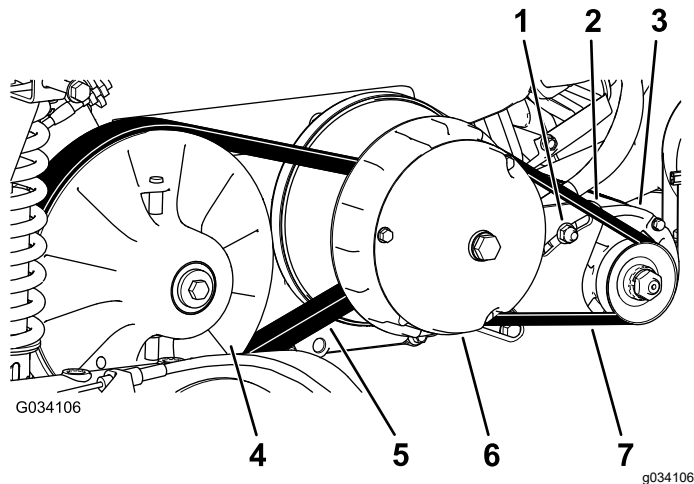

図 65
6. ベルト **図 65** を手で回転させながら、磨耗や破損がないかを点検する。
3. 2次クラッチを回しながら2次クラッチ部分でベルトを外す (**図 65**)。
4. 1次クラッチからベルトを外す (**図 65**)。
5. 新しいベルトを一次クラッチに掛ける **図 65**。
6. 2次クラッチを回しながら2次クラッチ部分でベルトを外す (**図 65**)。
2. スタータジェネレータのピボットナットをゆるめる **図 65**。
4. バールを下に押ししてスタータを下げる。ベルトを  $44 \text{ N}\cdot\text{m}$  /  $4.5 \text{ kg}$  の力で押した時のたわみが  $6 \text{ mm}$  になるようにスタータの位置を調整する **図 65**。
5. ピボットナットを手締めし、バールを取り外す **図 65**。